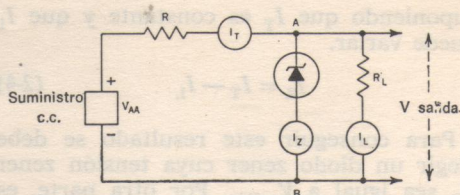

FIG. 2-3. — Diodo zener utilizado como regulador shunt de tensión.
7. Un regulador de tensión shunt correctamente diseñado (fig. 2-3) mantiene una tensión de salida constante V_Z entre los terminales del diodo, a pesar de variaciones especificadas de la tensión de su entrada o cambios también especificados de la corriente de carga.